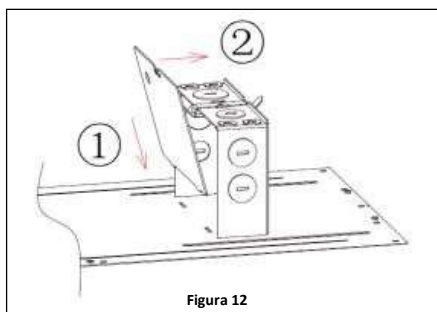

Figura 12
3. Instale una cubierta lateral J-Box insertando las lengüetas inferiores en los orificios precortados. Luego cierre la cubierta lateral de la caja J con los clips en la parte superior de la jaula de la caja J. Asegúrese de que la hendidura esté hacia afuera para que los clips se sujeten firmemente a la cubierta. **Ver Figura 12.**